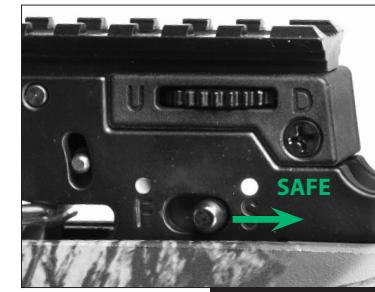

FIGURE 2
2. Deslice el interruptor de seguridad de la posición de Fuego ("FIRE") a la posición de activado ("ON SAFE"). (Fig. 2)
4. Inspeccione cuidadosamente el interruptor de seguridad para asegurarse de que esté completamente en la posición de seguro ("ON SAFE") (Fig. 2). Si el interruptor del seguro no se ha movido completamente de vuelta al punto BLANCO, no se ha colocado en posición de seguro ("ON SAFE") y sigue en posición de fuego ("FIRE"). Inspeccione siempre visualmente el interruptor de seguridad a fin de cerciorarse de que esté en la posición deseada.
**ADVERTENCIA:** SI POR ALGÚN MOTIVO EL INTERRUPTOR DEL SEGURIDAD NO SE MUEVE COMPLETAMENTE A LA POSICIÓN DE SEGURIDAD ("ON SAFE") (FIG. 2), DESAMARTILLE DE FORMA SEGURA EL ARCO USANDO UNA FLECHA COMO SE DESCRIBE EN LA SECCIÓN 9.D. NO UTILICE LA BALLESTA. LLAME A SERVICIO AL CLIENTE AL 1-866-726-1122 PARA OBTENER UNA REPARACIÓN AUTORIZADA.